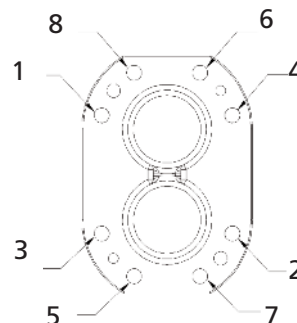

Figure 10. Bolt tightening sequence
6. Faites glisser le couvercle sur la cheville de bois pin et de remplacer les vis. Autre vis de serrage de haut en bas et de droite à gauche (Cochez fig 10)
5. Serrer la vis selon la séquence boulon mentionnés à la figure 10.